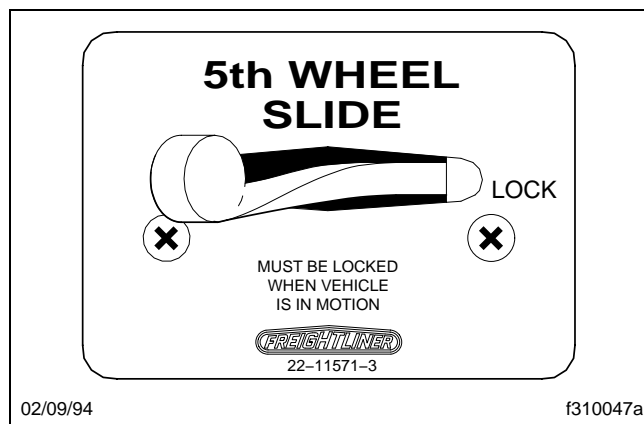

Fig. 10.8, Manette de commande du mécanisme coulissant de la sellette d'attelage
- 2.1 Pour les modèles à commande pneumatique, placez la manette de commande située dans la cabine (Fig. 10.8) sur «UNLOCK» (Déverrouillé).